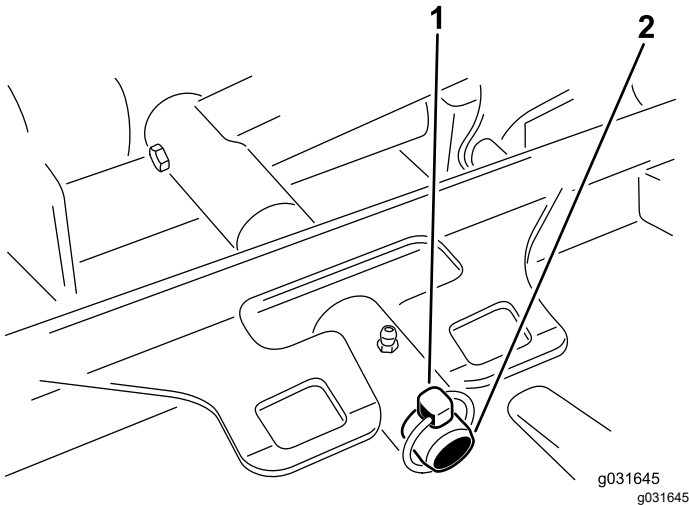

Bild 66
- Entfernen Sie den Klappstecker oder die Befestigungsmutter, mit der der Mähwerkträgerrahmen am Hubarm-Lagerbolzen befestigt ist (Bild 66).
- Schieben Sie den Mähwerkträgerrahmen auf den Lagerbolzen des Hubarms und befestigen ihn mit dem Klappstecker oder der Befestigungsmutter (Bild 66).